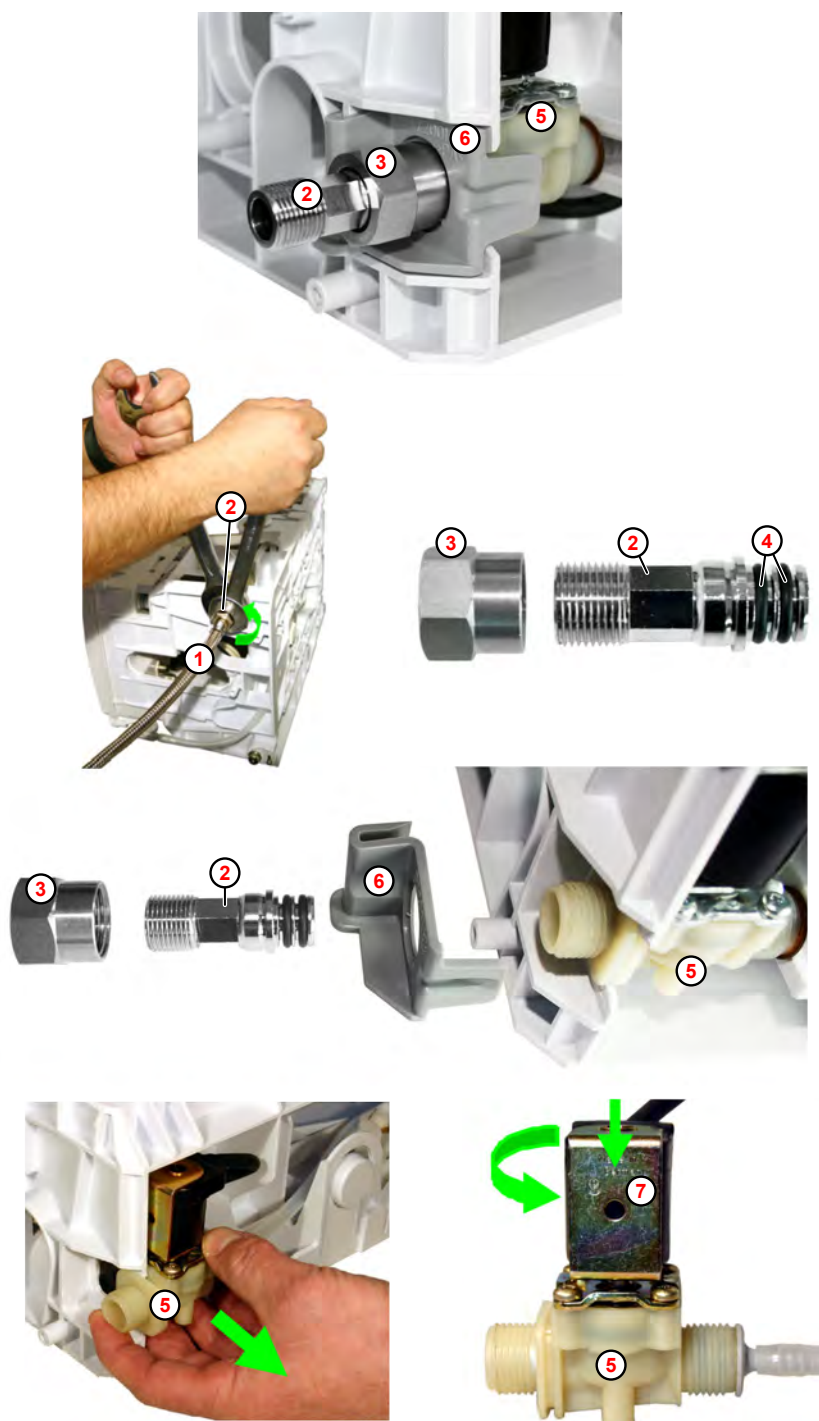

Fig. 17: Smontaggio elettrovalvola
1. ➤ Svitare il tubo di alimentazione (Fig. 17 , ①).
2. ➤ Avvitare il dado per raccordi ③ ed estrarre l'adattatore di collegamento ② con attenzione dal corpo valvola ⑤ .
4. ➤ Premere la bobina magnetica (attacco a baionetta) ⑦ contro il corpo valvola e contemporaneamente ruotare in senso antiorario (verso sinistra - ca. 30°), finché la bobina magnetica non si stacca dal fermo.